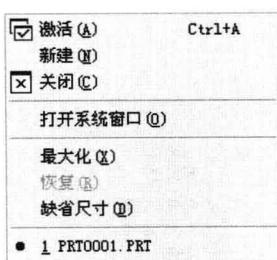

图 1-12
- “窗口”下拉菜单：该下拉菜单包含一些对工作窗口进行管理的命令，用于管理 Pro/ENGINEER 系统下的多个窗口，如图 1-12 所示。